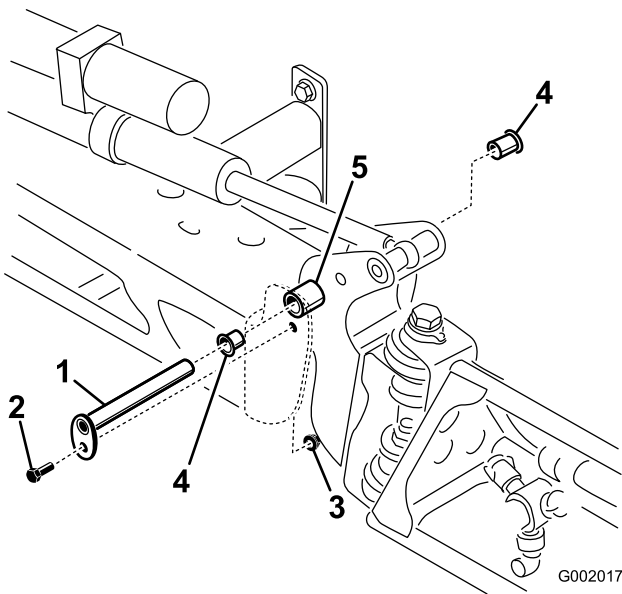

Figura 60
3. Con el peso del brazo apoyado, retire el perno y la tuerca que fijan el pasador de giro al conjunto del brazo (Figura 60). Retire el pasador de pivote.
5. Retire los casquillos de nylon desde delante y desde detrás del soporte del pivote e inspecciónelos (Figura 60). Sustituya cualquier casquillo dañado.
7. Instale el conjunto de brazo y soporte del pivote en el bastidor central, alineando los orificios (Figura 60).